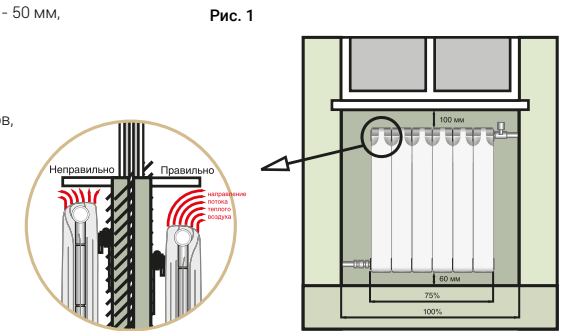

Рис. 1
- (см. рис. 1 - схема установки радиатора).